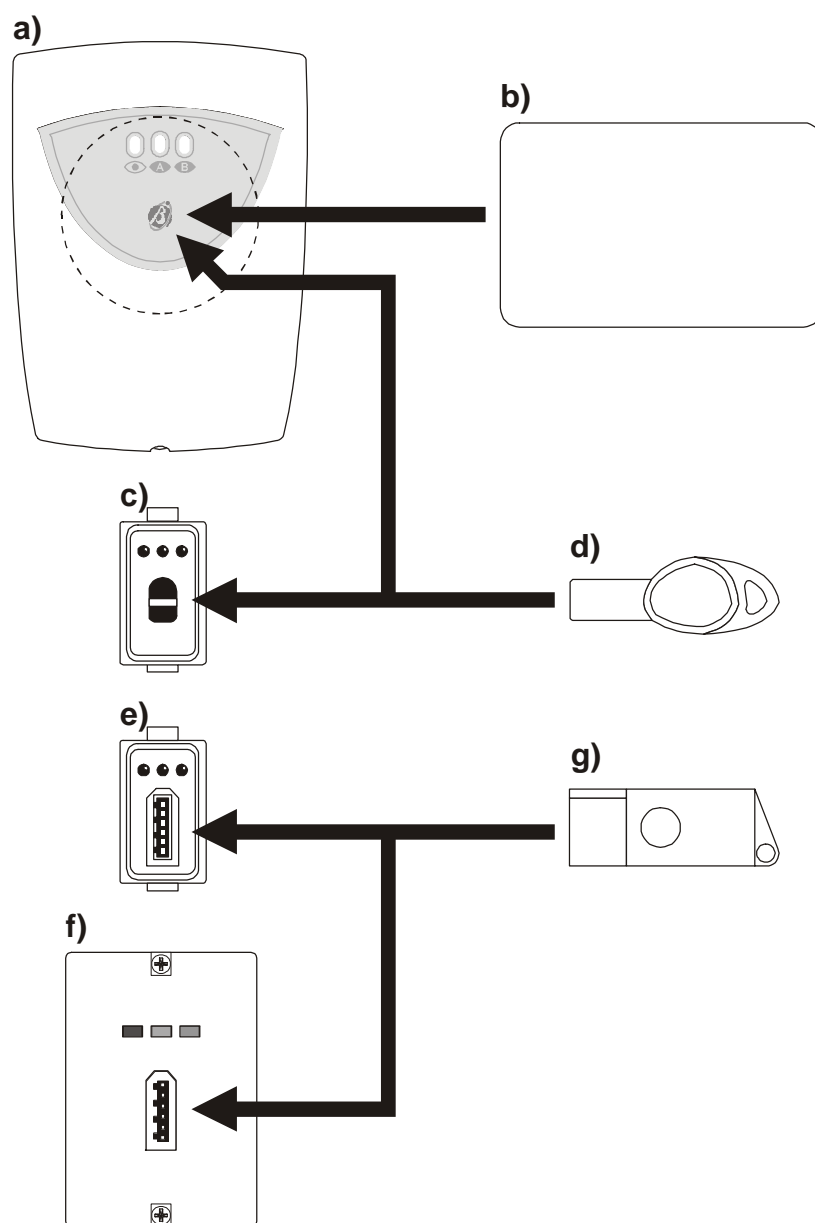

Figura 2
- + Il Vostro sistema di sicurezza può essere controllato tramite i Lettori e le Chiavi Elettroniche mostrati in figura 2.
Tutti i Lettori e le Chiavi Elettroniche mostrati in figura 2 permettono di effettuare le stesse operazioni sul sistema di sicurezza ma con modalità differenti come descritto di seguito.
SAT e PROXI-CARD con PROXI Avvicinare un Attivatore o una Scheda valida all'area sensibile del Lettore di Prossimità (quella indicata con un cerchio tratteggiato in figura 2): tutte le spie del Lettore di Prossimità si spengono, poi comincia la scansione automatica delle configurazioni possibili (una configurazione ogni 2 secondi circa).